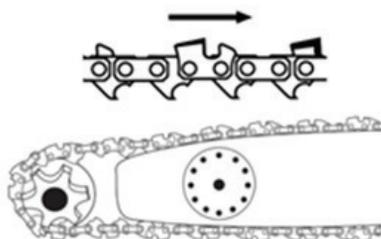

Рис. 3
- Удерживая цепь натянутой, установите направляющую шину на корпус инструмента так, чтобы направляющая прошла через отверстие в центре диска, а цепь была посажена на звездочку (рис. 3).